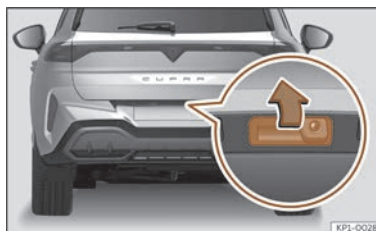

Fig. 81 Hayonul: deschiderea din exterior.
- *Deschidere*: apăsați ușor mânerul. Hayonul se deschide automat >>> **fig. 81.**